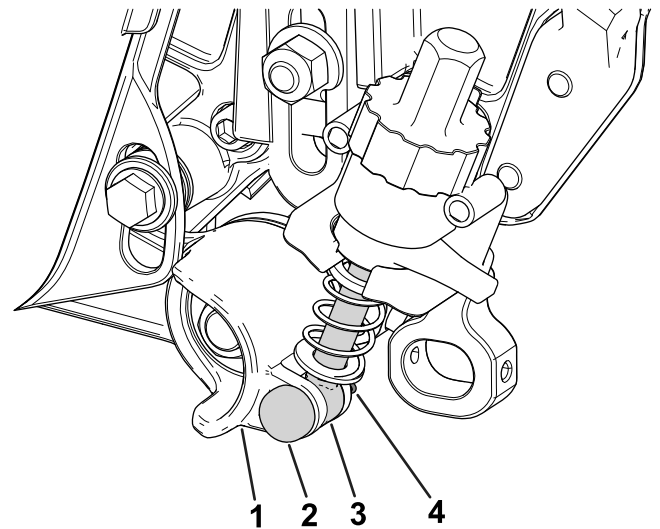

図 13
4. アイドラアセンブリのアジャスタカラーにアジャスタアームアセンブリロッドを整列させて、アジャスタピンとコッターピンでカラーに固定する 図 13。